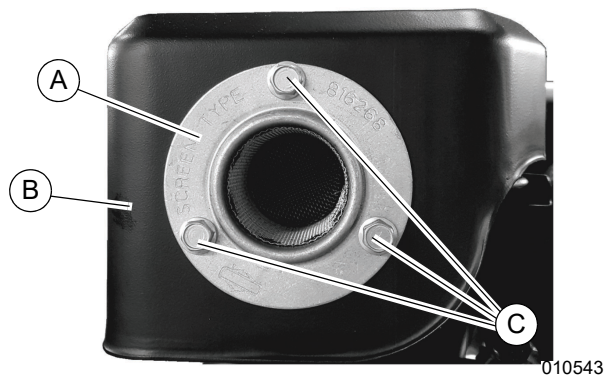

Figure 2-10. Montage du déflecteur d'éjection
1. Voir **Figure 2-10**. Aligner les trous du pare-étincelles (A) sur les trous du silencieux (B).
2. Attacher le pare-étincelles avec les vis (C) à l'aide d'une clé ou d'un tourne-écrou de 9/32 po.